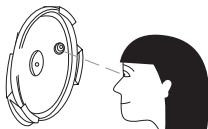

Fig. 9
**1. Antes de utilizarla:** por favor, limpie la olla a presión, añada agua y caliéntela durante media hora antes de usarla por primera vez, para eliminar cualquier tipo de olor. Asegúrese que la válvula de seguridad, tubo de escape y pesa reguladora de presión no estén obstruidos y asegúrese de que el empaque esté puesto en la tapa (Fig.9)